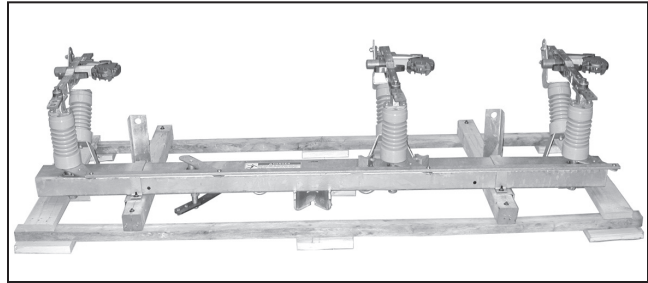

Figura 5. Desembalaje del interruptor.
PASO 3. Saque el interruptor de su caja. Ver Figura 5. Proteja las chumaceras de la contaminación por polvo, lodo o aceite, etc. De ser necesario, utilice bloques para mantener las chumaceras alejadas del piso.